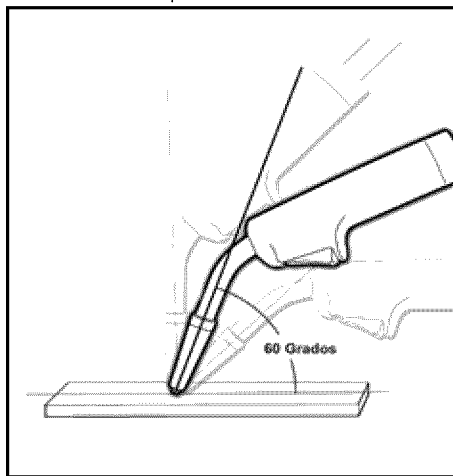

Fig. 7a
1. El ángulo A (Fig. 7a) se forma con el soplete ubicado de tal manera que la punta de contacto y la boquilla están directamente encima del elemento a soldar. En la mayoría de los casos, el ángulo óptimo se genera cuando la punta de contacto y la boquilla están a 60 grados del elemento a soldar. Bajar la parte posterior del asa del soplete reduce el ángulo de la punta de contacto y la boquilla en relación con el elemento a soldar, y reduce la penetración. Subir la parte posterior